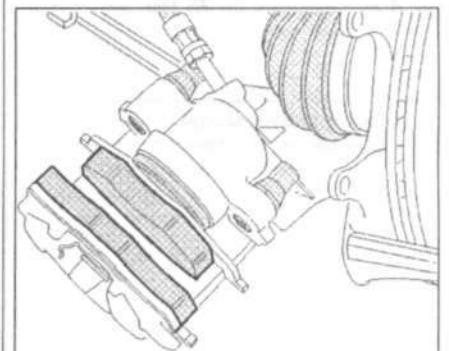

Рис. 11.13. Извлеките оба направляющих пальца из тормозного суппорта.
1. Извлеките оба направляющих пальца из тормозного суппорта (рис. 11.13). Снимите тормозной суппорт и закрепите его с помощью проволоки так, чтобы его вес не пережимал или не смог повредить тормозные трубки.